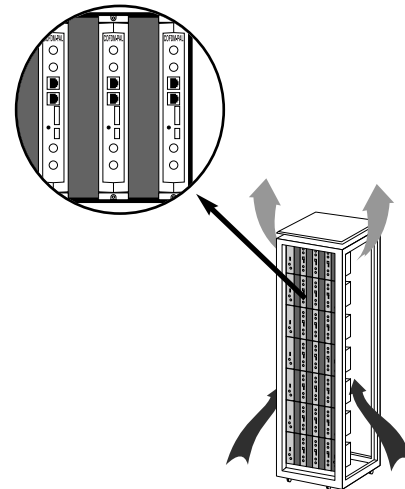

fig. 6
Para a instalação das unidades em rack, sem ventilação, quando o rack se encontra em lugares com temperatura ambiente superior aos 40°C, recomenda-se a colocação da rack completamente aberta, ou seja prescindindo das portas laterais afim de favorecer a ventilação das unidades, sendo opcional a colocação das carátulas cegas, ref 5073, fig 6.